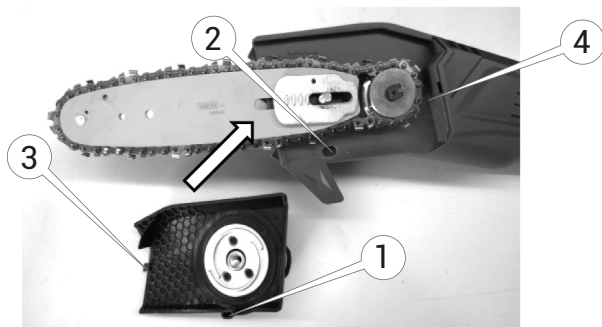

Рисунок 8. Схема встановлення захисної кришки зірочки.
- 4. Встановити захисну кришку зірочки на ланцюговий висоторіз, таким чином, щоб фіксатори (1 та 3, рис. 8) на кришці зірочки увійшли в пази (2 та 4, рис. 8) корпусу виробу, як показано нижче.
5. Натиснути зверху на кришку зірочки та посунути назад або трохи вперед напрямну шину, доки вона не зафіксується на місці з легким клананням (дивись рис. 8).